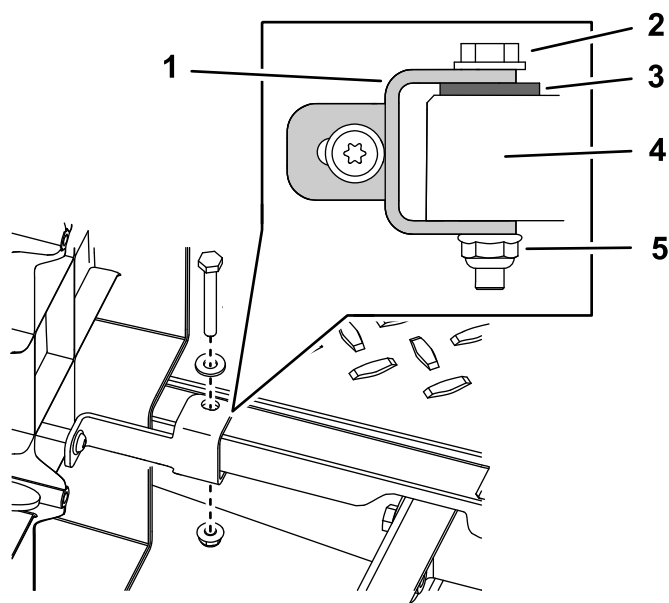

Рисунок 6
- Используйте ранее снятые с панели пола болт, шайбу и гайку для установки шайбы, входящей в комплект, между зажимом и панелью пола (Рисунок 6). Повторите это действие для левого зажима панели пола.
1. Положите жгут проводов позади кабины и под сиденьем и прикрепите зажим жгута проводов к боковой панели (Рисунок 6).